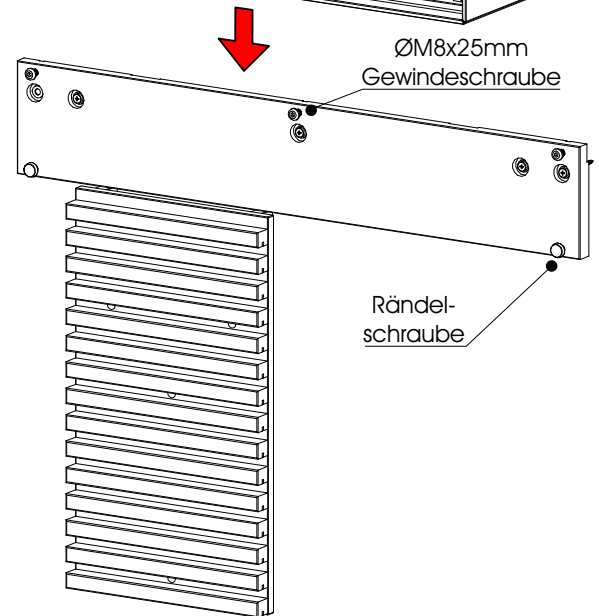

Abb. 2
2. Ziehen Sie die ØM8x25mm Halbrundkopfschrauben mit einem Innensechskantschlüssel so weit an, bis der Korpus an der Wand liegt (Abb. 2 + 3)
3. Richten Sie die Neigung des Schubkastenkorpus aus. Hierzu drehen Sie die Rändelschraube der Montagerückwand, bis der Korpus vorn mit leichtem Übermaß nach vorn in Waage ist (Abb. 2)